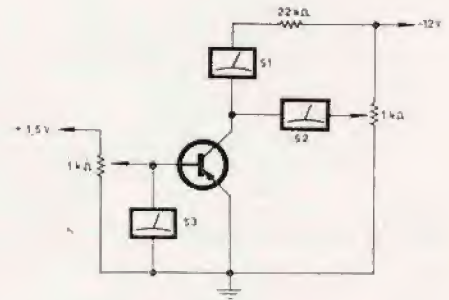
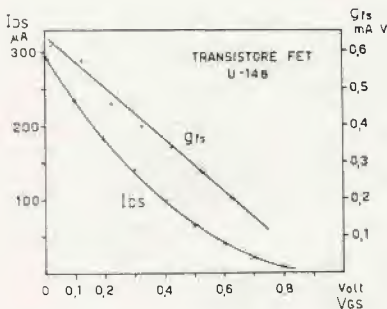

Figura 3
Figura 4
Dalla equazione (2-A) riportata in appendice si vede come la trasconduttanza decresce quando la tensione V_{GS} tragate e source diventa sempre più positiva e dalla (1-A) si vede come anche la corrente di drain si comporti allo stesso modo, benché con legge un po' diversa. Ciò si vede anche dal grafico sperimentale di figura 4.
Si vede anche che c'è una notevole dispersione di caratteristiche. Su uno di questi campioni si sono anche misurate le correnti di drain e la trasconduttanza in funzione della tensione di polarizzazione V_{GS} e i risultati ottenuti utilizzando il circuito di figura 3 sono riportati in figura 4.
Ciò si è fatto polarizzando il transistor alla corrente di deriva zero e inserendo nel circuito di figura 4 un resistore di valore pari a qualche $M\Omega$ in serie al gate.
La corrente di deriva zero si può calcolare dalle misure di I_{DSS} e di V_P tramite l'equazione (3). Però è meglio misurarla direttamente col « metodo del cerino » descritto in precedenza. A quella corrente va poi misurata la trasconduttanza ciò che è molto semplice usando il circuito di figura 4 e va verificata per i valori così trovati la possibilità di avere guadagno almeno pari ad uno con la formula (4).